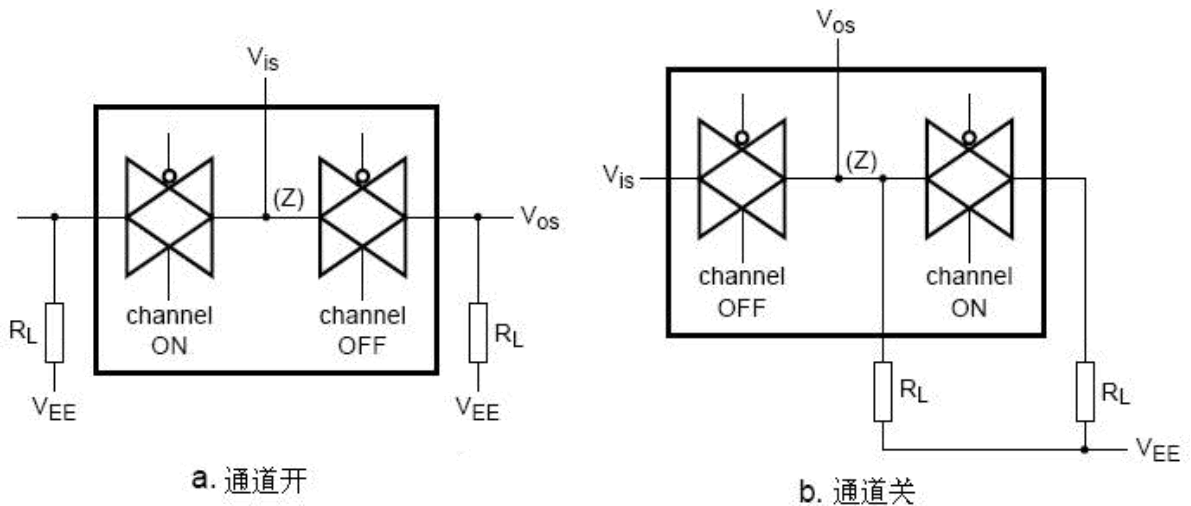

图 9、通道间串扰测试图
- $R_L = 1\text{ k}\Omega$ ;  $20\log V_{os}/V_{is} = -50\text{ dB}$ , 见图 9